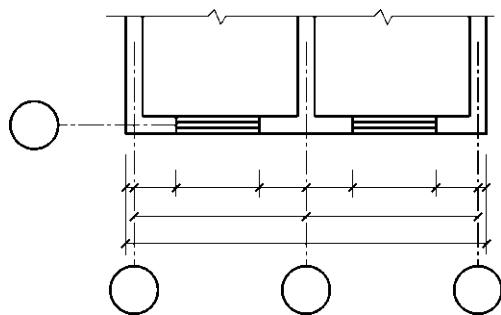

图 1-95 尺寸的排列
(3) 尺寸线应用细实线绘制，应与被注长度平行。图样本身的任何图线均不得用作尺寸线。
(4) 尺寸起止符号一般用中粗斜短线绘制，其倾斜方向与尺寸界线成顺时针 45°，长度宜为 2~3 mm。半径、直径、角度与弧长的尺寸起止符号，宜用箭头表示。
(5) 图样轮廓线以外的尺寸界线，距图样最外轮廓线之间的距离，不宜小于 10 mm。平行排列的尺寸线的间距，宜为 7~10 mm，并保持一致，如图 1-95 所示。